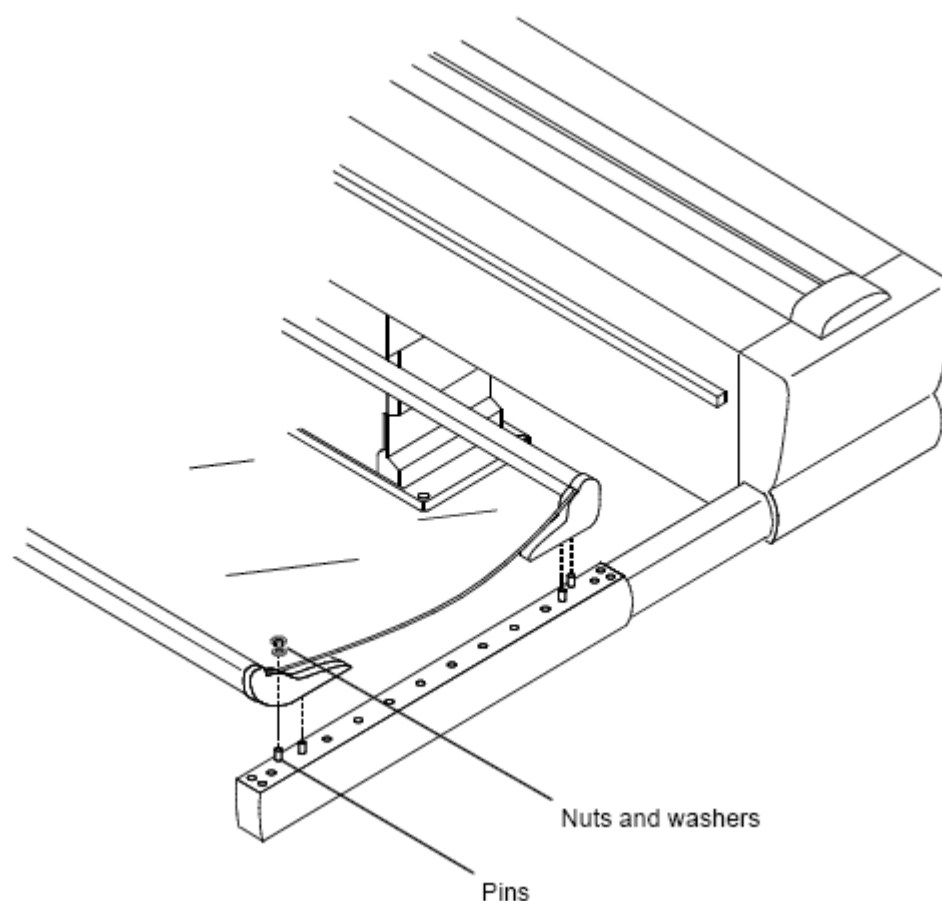

Рис. 3-23.
3. Установите деку стола на кронштейны, совмещая отверстия для крепления в стопорные штифты (Рис.3-23).